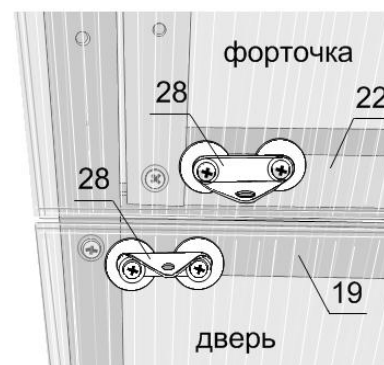

Рис. 21
- ✓ На поперечине форточка №22 закрепите саморезами уголок №28, подложив под уголок оцинкованную шайбу (см. рис. 21).